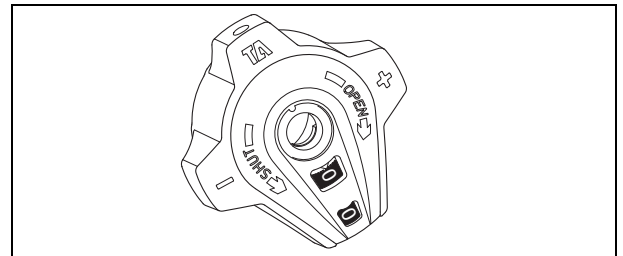

Abb. 11-12 : Geschlossenes Ventil 0,0
- A. Ventil vollständig bis auf Position 0,0 schließen. ("Abb. 11-12 :").